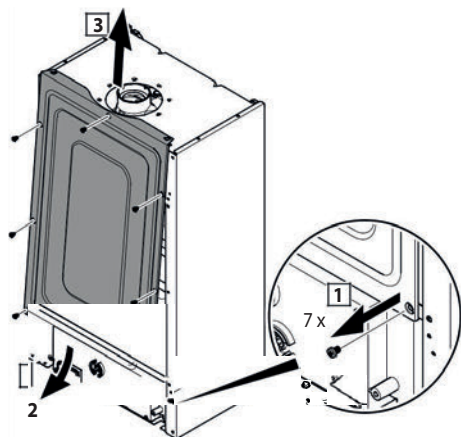

Figura 4.4
- Smontare il coperchio della camera, come indicato in Figura 4.4.